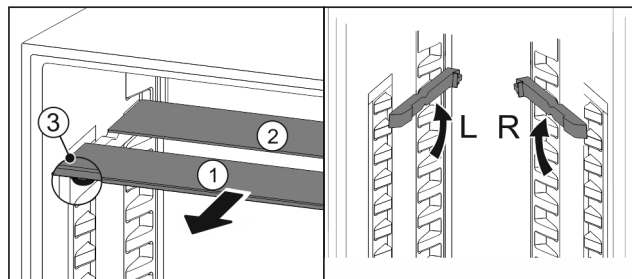

Fig. 205
- Izvucite Fig. 205 (1) staklene ploče jednu po jednu prema naprijed.
- Staklena ploča Fig. 205 (1) s ukrasnom letvicom nalazi se sprijeda.
- Zaustavljači Fig. 205 (3) su usmjereni prema dolje. Uređaji sa zamrzivačem:*